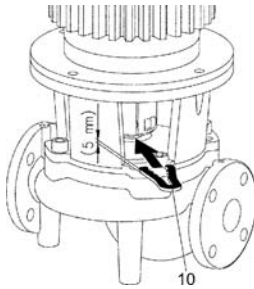

Fig. 19: Postavljanje montažne viljuške
- Umetnuti montažnu viljušku (Fig. 19, poz. 10) između laterne i spojnice. Montažna viljuška mora da nalegne bez zazora.
- Umetnuti montažnu viljušku (Fig. 19, poz. 10) između laterne i spojnice. Montažna viljuška mora da nalegne bez zazor.